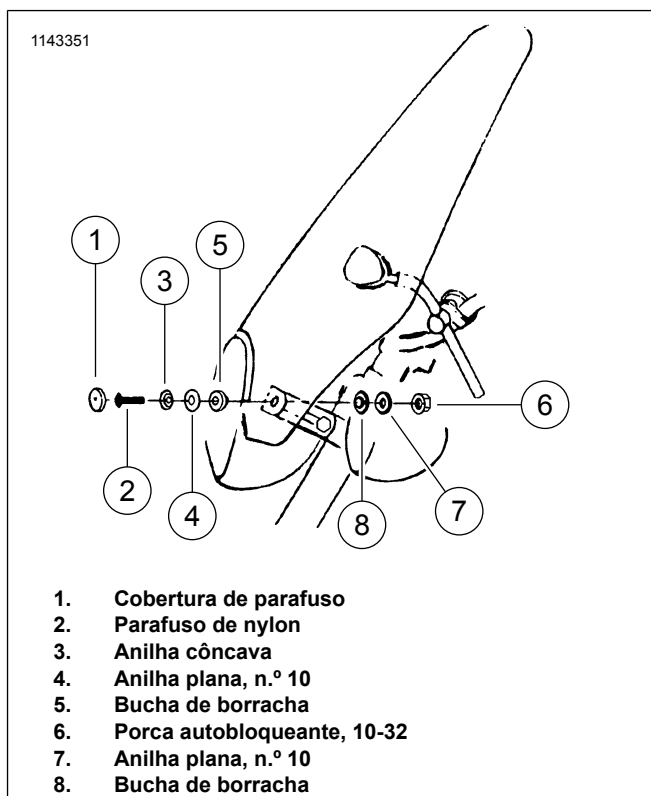

Figura 4. Suporte do para-brisas
9. Ver a Figura 4. Introduza o pino vertical nos olhais dos pitões e aperte bem as porcas nos pitões.
10. Monte os suportes inferiores pela seguinte ordem (da dianteira para a traseira): parafuso de nylon (2), anilha côncava (3), anilha chata (4), bucha de borracha (5), para-brisas, bucha de borracha (8), anilha chata (7), suporte angular, porca autobloqueante (6).
13. Instale as coberturas dos parafusos (1) nos parafusos de nylon (2).